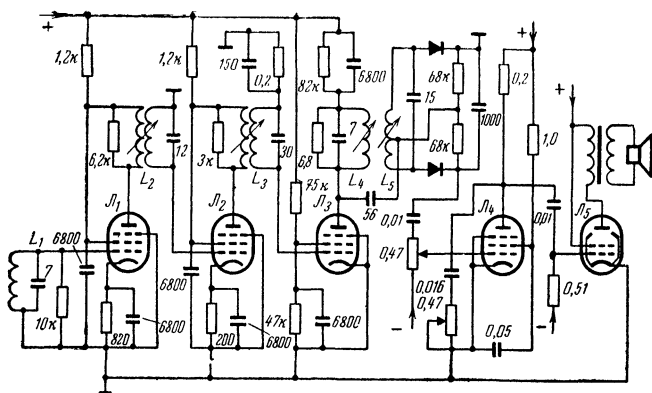

Рис. 63. Схема канала звукового сопровождения с усилителем промежуточной частоты, настроенным на 27,75 Мгц.
**Л.** — После настройки на нормальную разрешающую способность, причем, естественно, звук полностью пропадет, нужно заметить положение ручки гетеродина, после чего опять настроиться на громкий звук и начать поворачивать ручку настройки гетеродина в направлении правильной настройки, подворачивая одновременно сердечники контуров. Когда ручка настройки гетеродина будет установлена в правильное положение, нужно настроить контуры  $L_1$ ,  $L_2$  и  $L_3$  усилителя промежуточной частоты и контур дискриминатора  $L_4$  (рис. 63) на максимальный звук, а контур дискриминатора  $L_5$  на минимум фона и шипения (при максимальной громкости, конечно). Окончательную настройку нужно производить при возможно более ослабленном усилении (контрасте). Особой тщательности и известного навыка требует настройка контуров дискриминатора  $L_4$  и  $L_5$ , так как от этого в большой степени зависят чистота звука и отсутствие посторонних шумов.
Н. — Понял. Это свидетельствует о неточной настройке контура дискриминатора  $L_6$  (рис. 63). Чтобы устранить этот фон нужно с помощью отвертки ...